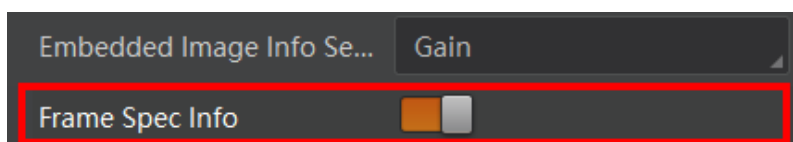

图8-6 启用 Frame Spec Info 参数
1. 展开 *Image Format Control* 属性，在 *Embedded Image Info Selector* 下拉框处，选择需要嵌入的水印信息，如图 8-6 所示。